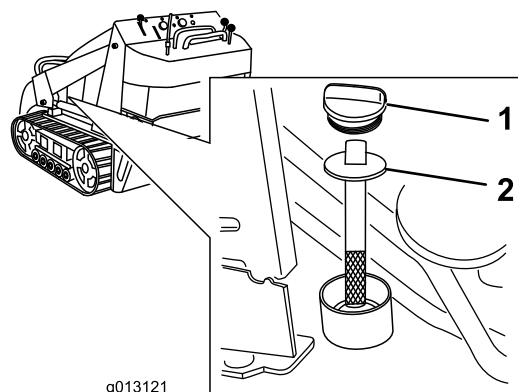

Figura 59
5. Retire el tapón y la varilla del depósito hidráulico (Figura 59).